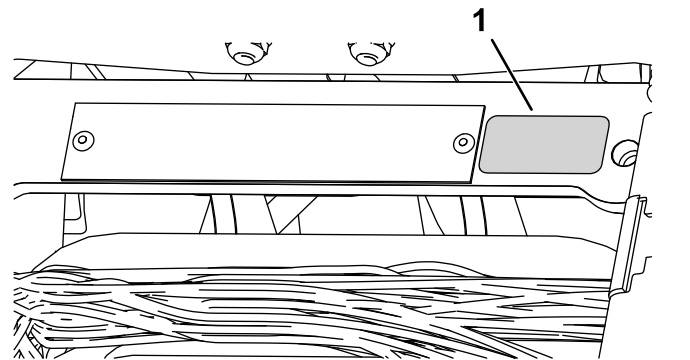

Figure 11
- Appliquez l'autocollant de l'année de production près de la plaque du numéro de série (Figure 11).